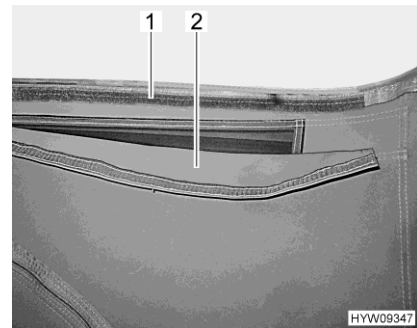

Bild 22 Ventilation (öppet)
- Drag upp tygremmen (Bild 22,2) och tryck på kardborrbandet (Bild 22,1).